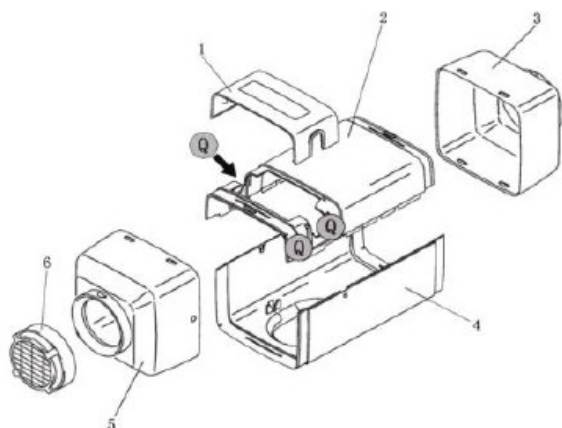
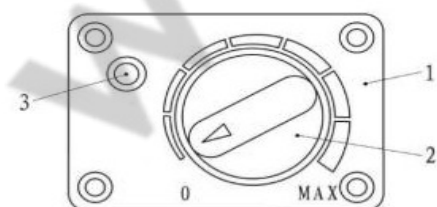
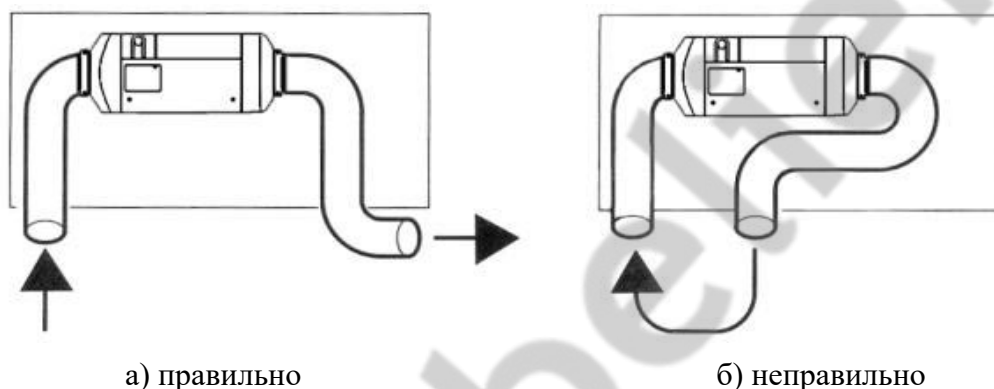

Рис. 4
Рис. 6
Рис. 11
Структура кожуха представлена на Рис.4. Он состоит из верхней крышки 2 (крышка распределительной коробки 1 может быть зафиксирована на отверстии в верхней крышке), нижней крышки 4, крышки на входе воздуха 6, крышки на входе потока воздуха в печку 5 и крышки на выходе горячего воздуха 3. Эти компоненты формируют канал прохождения воздуха. Крыльчатка вентилятора (Рис.6 -3) осуществляет забор холодного воздуха. Воздух нагревается теплообменником и выдувается наружу.
Выключатель представлен на Рис. 6. Ручка управления выключателя используется для выполнения следующих операций: включения и выключения печки, снятия блокировки печки, произошедшей в результате возникших неисправностей, и переключения между режимами работы с постоянной температурой и постоянной мощностью при помощи кнопки переключения режимов.
4.3.6 В случае внутренней установки печки необходимо принять меры чтобы избежать опадания горячего воздуха с выхода на входной порт печки (как показано на Рис. 11). Если в этом режиме входная труба не подсоединяется, то на входе печки должна быть установлена крышка с сеткой (Рис. 4 -6). Воздух на вход печки должен поступать из холодных мест салона, таких как места под креслами или задним диваном.